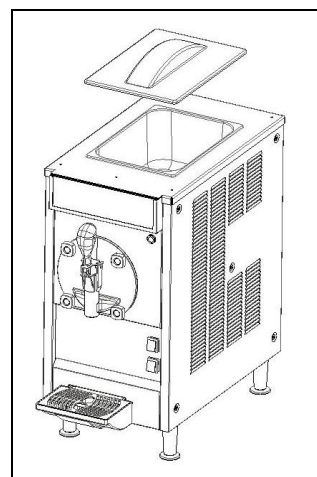

Fig. 5
- Rimuovere il coperchio della vasca superiore (fig.5).